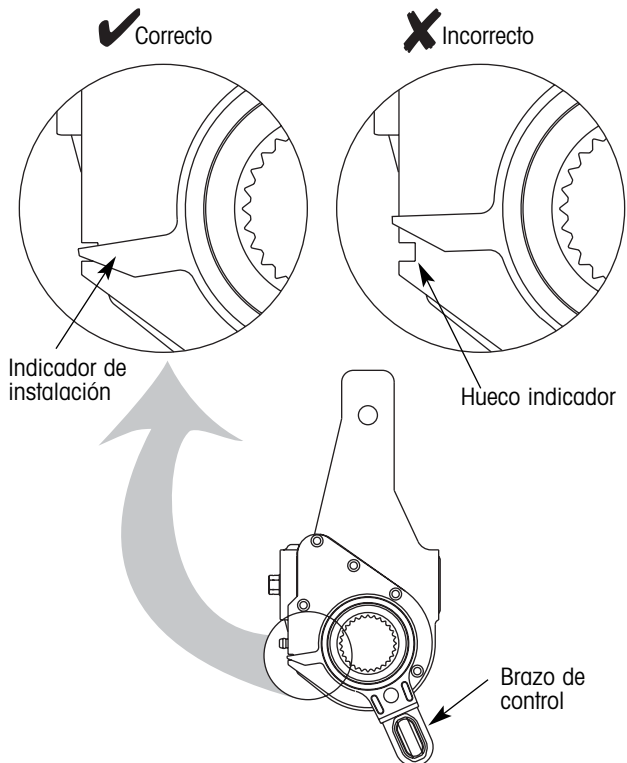
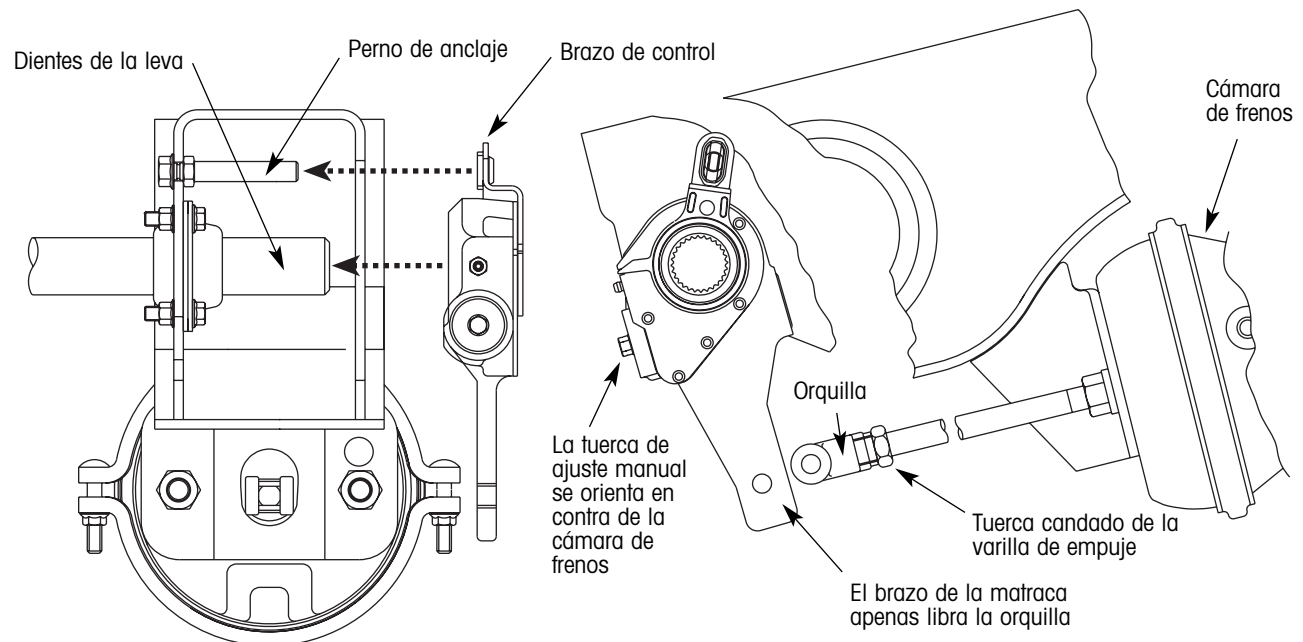

Figura 44. Alineando la matraca Haldex®
Figura 45. Orientando la matraca Haldex® para una instalación adecuada
2. Rote el brazo de control de la matraca hasta que el indicador de instalación se alinie con el hueco indicador (figura 44).
- La tuerca de ajuste manual de 7/16 de pulgada este orientada en contra de la cámara de frenos (figura 45).
- El brazo de la matraca libere la orquilla de la varilla de empuje (figura 45).
4. Instale la matraca en los dientes de la leva y coloque el brazo de control en el perno de anclaje (figura 45). Asegúrese que el indicador de instalación no se desalíne con el hueco indicador (figura 44).